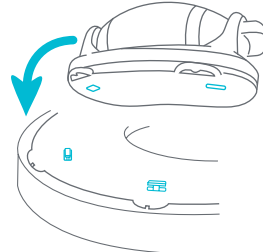

Fig. 6b
- Todos los juguetes deben estar alineados con sus cajas de lengüetas individual o dobles en la bandeja del centro de actividades (Fig. 6b). Alinee la base para juguetes con la tapa superior. Desde abajo de la tapa superior, empuje la traba hacia arriba y gírela hacia la izquierda para trabar.